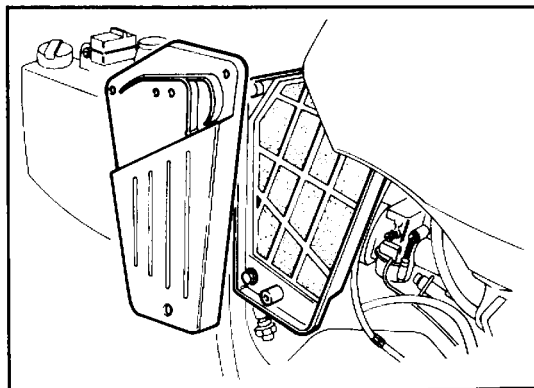

Fig. 24
- Svitare le viti di chiusura del coperchio cassa filtro ed estrarre l'elemento filtrante (Fig. 24).